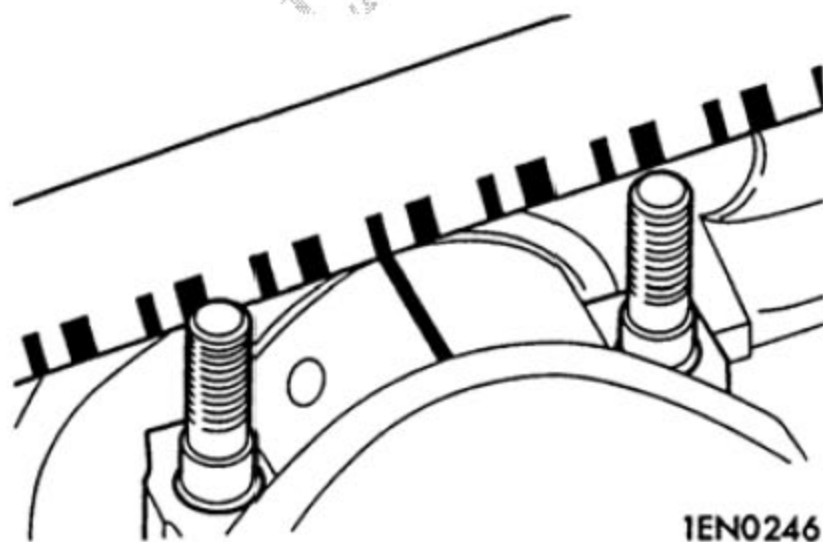

图 5-6
- 用印刷在塑料线规袋上的标尺，在最宽点测量塑料线规的被挤压部分 (图 5-6)